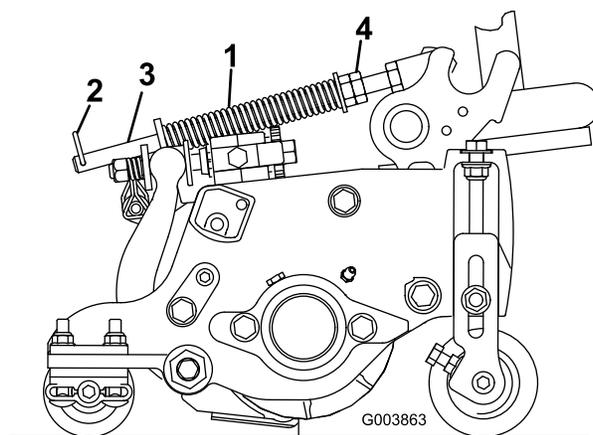

Рисунок 14
2. Затяните шестигранные гайки на переднем конце штока пружины так, чтобы длина сжатой пружины была равна 15,9 см, как показано на Рисунок 14.
Пружина компенсации состояния грунта (Рисунок 14) переносит вес с переднего на задний каток, препятствуя образованию на грунте волнообразных неровностей (так называемых «волн» или «грязю»).
1. Убедитесь, что игольчатый шплинт вставлен в заднее отверстие штока пружины (Рисунок 14).